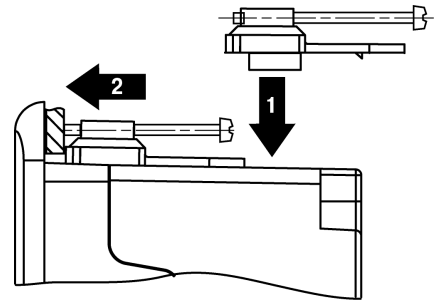

Рисунок 4
7. Вставить крепежные зажимы в кронштейны, расположенные на верхней и нижней сторонах корпуса (см. рисунок 4);